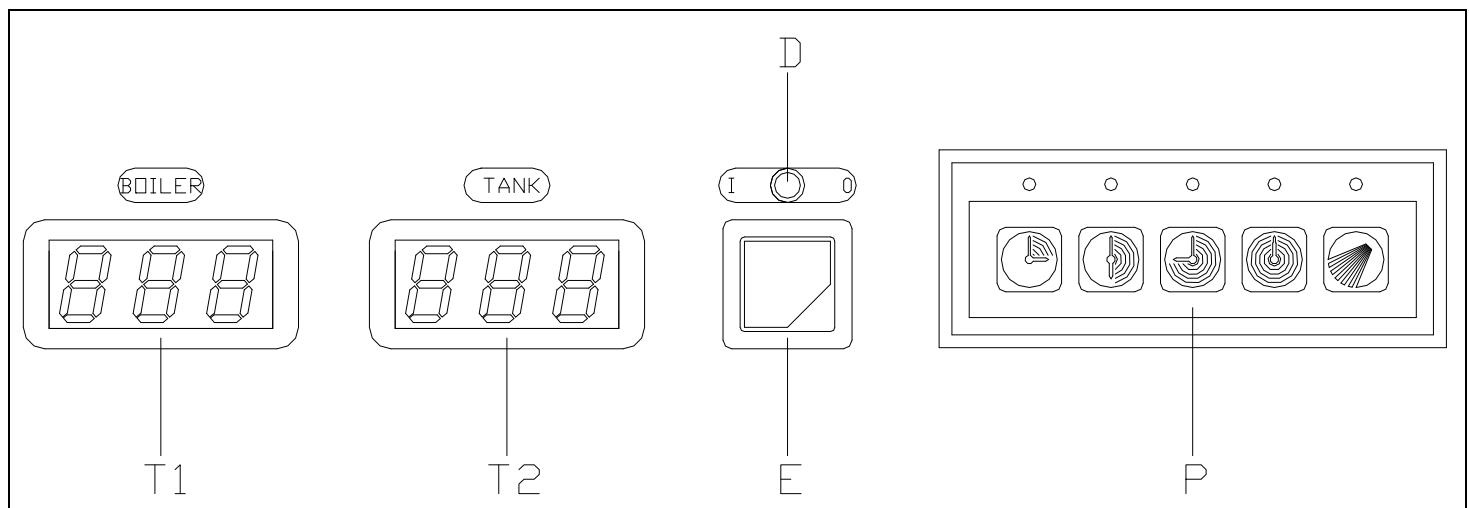

Fig. 3-2
- A raggiungimento delle temperature aprire la porta, posizionare il cesto e richiudere la porta. Selezionare il programma di lavaggio desiderato agendo sulla pulsantiera (P). Il programma prescelto sarà visualizzato dall'accensione di un led luminoso posto sopra il pulsante corrispondente, lo spegnimento di detto led luminoso corrisponde al termine del ciclo di lavaggio. Per spegnere la macchina si dovrà disinserire l'interruttore (E) portandolo nella posizione 0, spia (D) spenta. (fig.3-2)
- When the temperatures have been reached, open the door , place the basket in position and close the door. Select the washing programme required by means of the push button panel (P). The selected programme will be shown by the illumination of a led over the corresponding push button. When the led light goes out, the washing cycle is over. To turn off the appliance, turn switch (E) to the 0 position; warning light (D) will go out. (fig.3-2)
- Beim Erreichen der Temperatur die Tür öffnen, den Korb einschieben und die Tür wieder schließen. Mit der Taste (P) das gewünschte Spülprogramm wählen. Das Aufleuchten der Kontrolllampe über der entsprechenden Taste zeigt das gewählte Programm an. Die Kontrolllampe erlischt am Ende des Spülvorgangs. Zum Ausschalten der Maschine den Schalter (E) auf 0 stellen. Die Kontrolllampe (D) schaltet aus. (fig.3-2)
- Une fois que les températures d'exercice ont été atteintes, ouvrir la porte, installer le panier et refermer la porte. Sélectionner le programme de lavage désiré sur le clavier à boutons-poussoirs. Le programme choisi sera signalé par un voyant lumineux au-dessus du programme correspondant qui s'éteindra une fois le programme de lavage terminé. Pour éteindre la machine, il faudra fermer l'interrupteur (E) en le mettant sur la position "ARRET" (0), voyant (D) éteint. (fig.3-2)
- Cuando se alcancen las temperaturas prefijadas, abra la puerta, coloque el cesto y cierre la puerta. Seleccione el ciclo de lavado utilizando la caja de pulsadores (P). Un led luminoso ubicado sobre el pulsador correspondiente indicará el programa escogido por Vd. Cuando este led se apague el ciclo de lavado estará terminado. Para apagar la máquina, desconecte el interruptor (E) poniéndolo en la posición 0, con piloto (E) apagado. (fig.3-2)
- Alcançada a temperatura ideal, abrir a porta, posicionar o cesto e fechar a porta. Seleccionar o programa de lavagem desejado acionando o botão (P). O programa escolhido será indicado através de uma luz (led) posicionada acima do botão. Ao apagar-se a dita luz, é sinal que o ciclo de lavagem está terminado. Para desligar a máquina girar o interruptor (E) até a posição 0, luz (D) apagada. (fig.3-2)
3.1.3 (IT-CH) SCARICO VASCA - (GB-IE) TANK DRAINAGE - (DE-AT-CH) ABLAUF DES TANKS - (FR-BE) VIDANGE DE LA CUVE - (ES) DESCARGA DE LA CUBA - (PT) DESCARGA DA CUBA